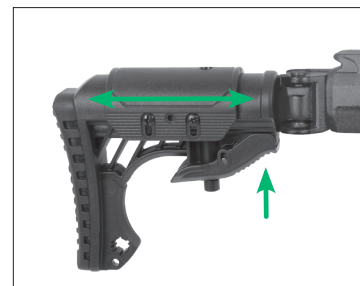

FIGURA 9
**Para ajustar la cantonera** (Parte 23), presione la palanca que se encuentra en la parte inferior delantera la culata, como se ve en la Figura 9. Con la palanca presionada, deslice la culata de la posición 0 (más corta) a la 5 (más larga). Los números de posición se pueden ver desde la parte superior de la ballesta, a través de un agujero que cruza la carrillera. Libere la palanca para bloquear la cantonera en su sitio.